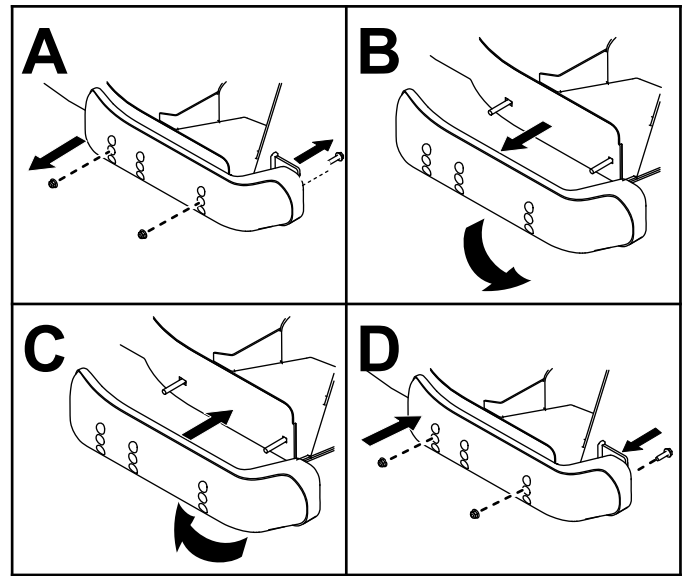

Figura 135
5. Retire los patines de los lados de la carcasa de corte (Figura 135).
6. Cambie los patines e instálelos con los tornillos que retiró anteriormente (Figura 135).